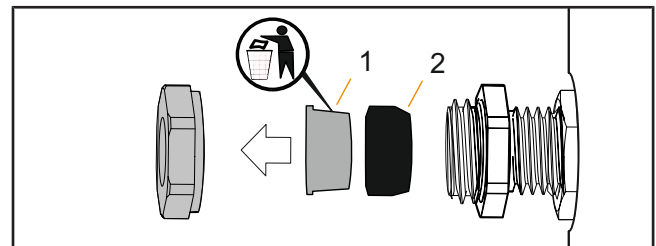

Abb. 5: Dichtring mit Schutzkappe entfernen
2. Entfernen Sie den Dichtring (2) mit Schutzkappe (1) (Abb. 5). Die Schutzkappe können Sie entsorgen.